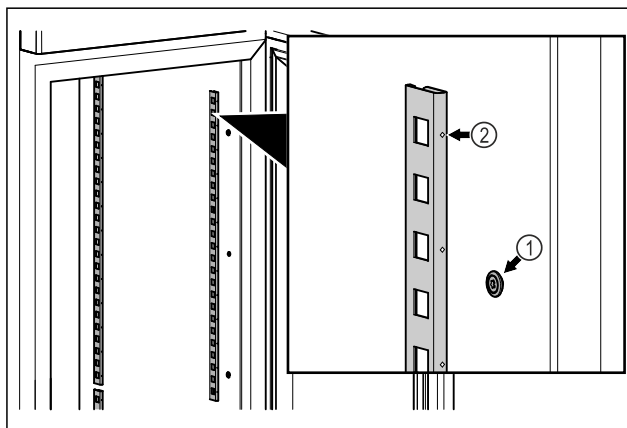

Fig. 48 Példaként szolgáló ábrázolás
- ▶ Akassza be a rögzítőléceket a felfüggesztésbe Fig. 48 (1). A jelölésnek Fig. 48 (2) előre felé kell néznie.